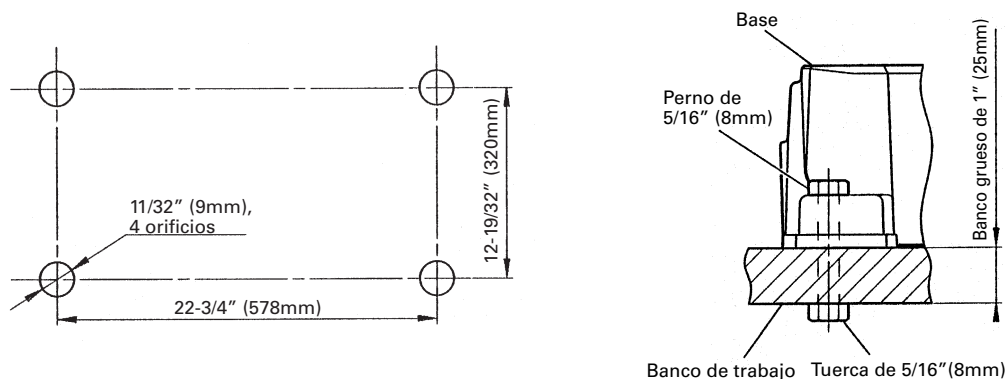

Fig. 4
Coloque la herramienta eléctrica sobre un banco de trabajo nivelado horizontal, como se muestra en la Fig. 4. Seleccione pernos de 5/16" (8mm) de diámetro y de la longitud adecuada al grosor del banco de trabajo. La longitud del perno deberá ser de 1-3/8" (35mm) por lo menos más el grosor del banco de trabajo. Por ejemplo, utilice pernos de 2-11/32" (60mm) o más para un banco de trabajo con grosor de 1" (25mm). El soporte (B) fijado a la parte posterior de la base ayuda a estabilizar la herramienta eléctrica.